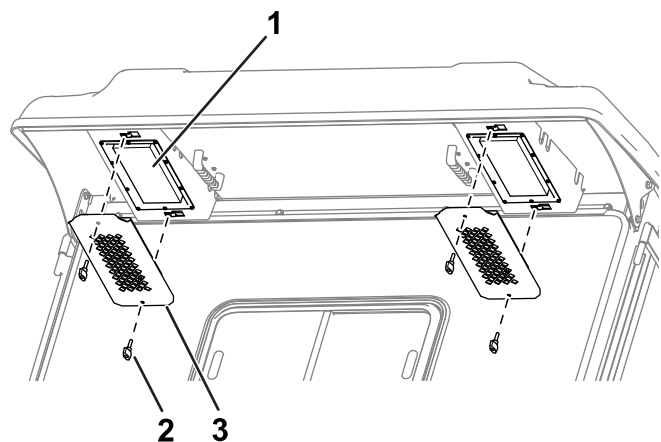

Figura 87
1. Îndepărtați butoanele și grătarele de pe elementele de joasă înălțime din spate (Figura 87).
4. Utilizați butoanele și grătarele pentru a monta filtrele în cabină (Figura 87).